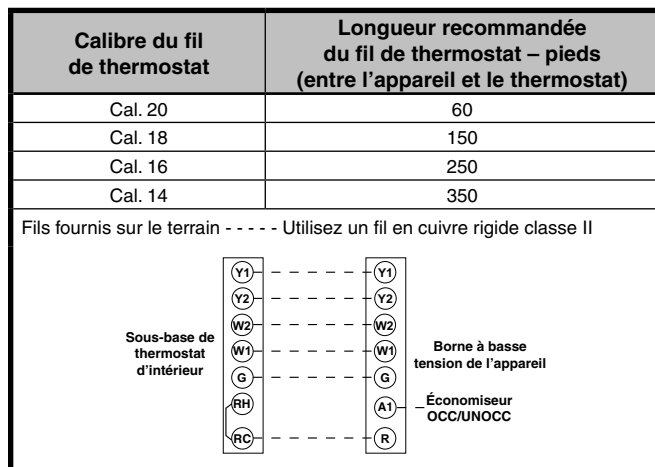

Figure 10. Branchement du thermostat typique de chauffage / climatisation de 2 étages
- Un thermostat de chauffage/climatisation à deux étages est requis pour les appareils de la série R7TQ. Sélectionnez un thermostat qui fonctionne en tandem avec les accessoires installés. Consultez la Figure 10 pour connaître la capacité et la longueur des fils recommandés pour les branchements typiques de thermostats.
- Les fils à basse tension doivent être branchés correctement dans les bornes à basse tension des appareils. Faites passer les fils de commande de 24 V sur le côté fournaise le compresseur / générateurs d'air chaud au gaz, puis vers le haut dans le bas du panneau de commande à l'aide d'un passe-fil en face de la de terminaison basse vola. La capacité et la longueur des fils recommandés pour les branchements typiques de thermostats sont données à la Figure 10 (page 13).